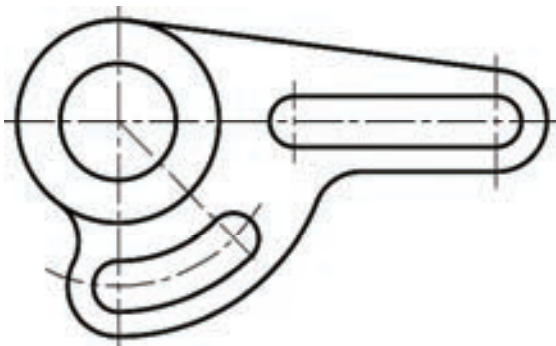

图 8-23 打断中心线的结果
18) 将中心线多余的部分打断掉。单击“在两点之间打断选定的对象”按钮, 将中心线多余的部分打断掉，最后得到的图形效果如图 8-23 所示。在执行打断操作之前，可以临时关闭对象捕捉功能。